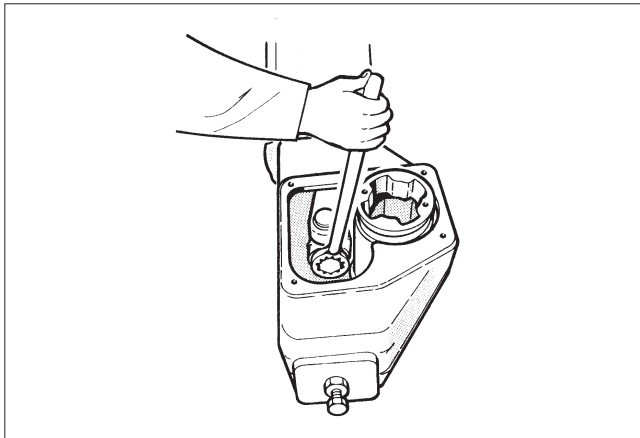

Abb. 8 Öffnen der Befestigungsschraube der Lagereinheit des Stellantriebs
- Entfernen Sie die Gehäuseabdeckung (2).
- Lösen Sie die Befestigungsschraube (29) der Lagereinheit sowie die Befestigungsschrauben des Zylinders (31) vom Zylinderboden (6). Sollte sich der Kolben mit der Schraube (29) drehen, entfernen Sie das Ende des Zylinders (44) und stoppen Sie die Drehbewegung mit der Kolbenbefestigungsschraube (28). Siehe Abbildung 8.
- Lösen Sie die Befestigungsschraube (29) der Lagereinheit (5), siehe Abbildung 8.